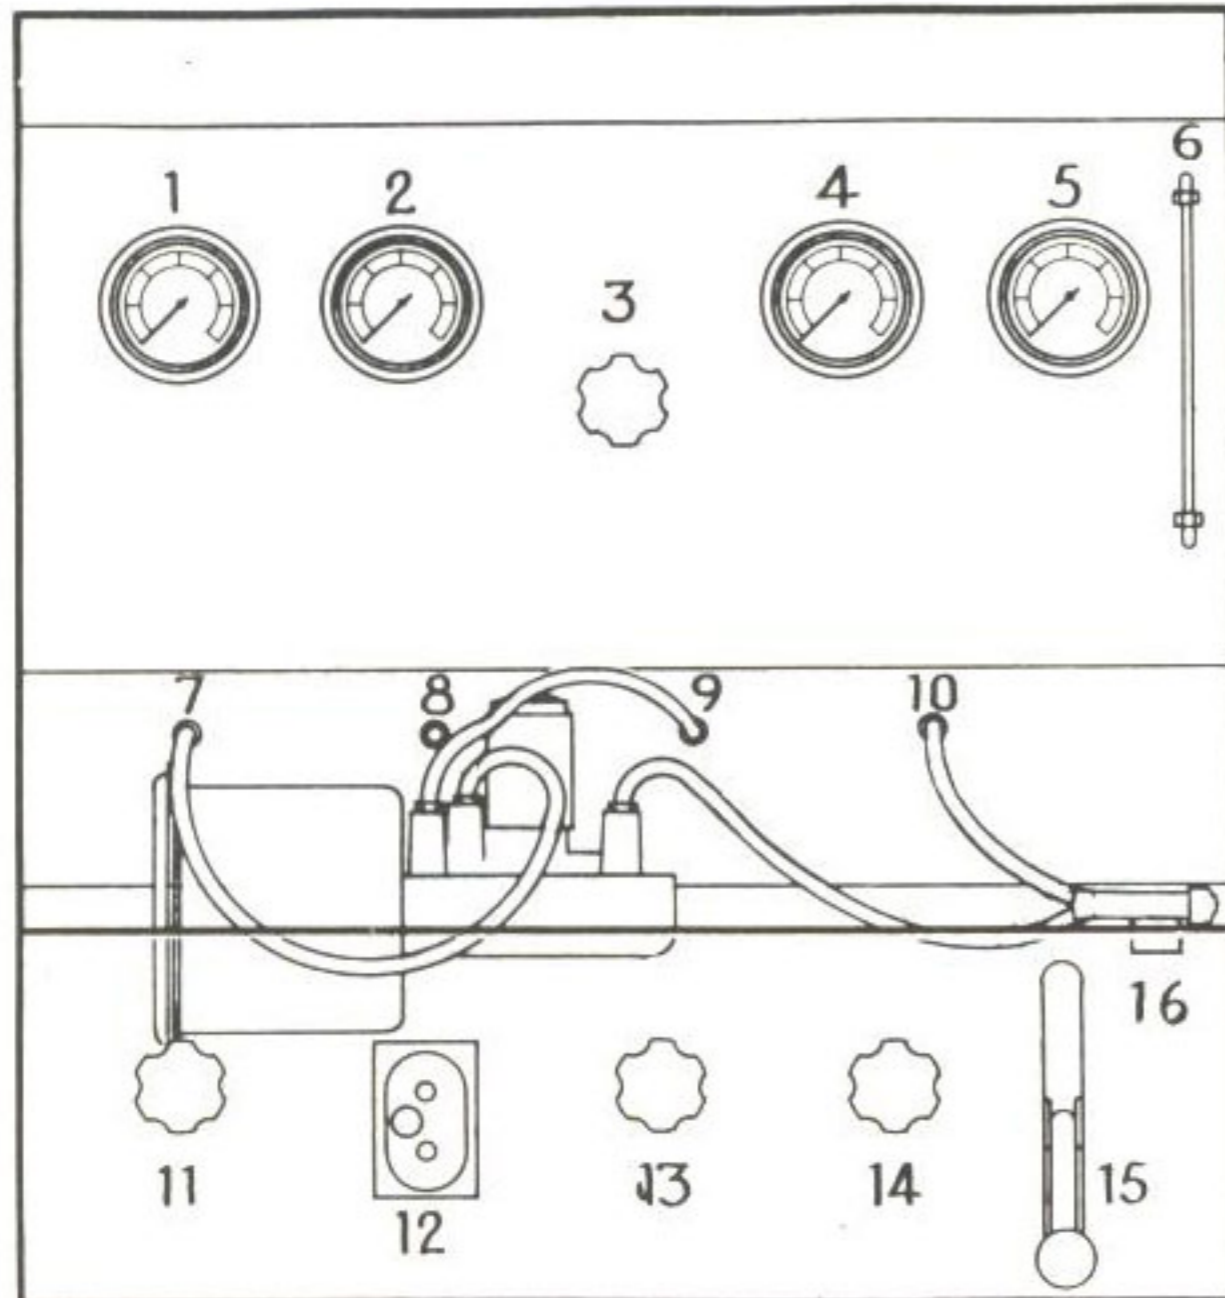

Bild 99. Provningskoppling
För fullständig provning fordras en provbänk kompletterad med en manövercylinder, t.ex. enligt bild 99 och 100. Manövercylinderns uppgift är att under servocylinderns provning möjliggöra en slaglängd som motsvarar i vagn monterad cylinder.
1. Anslut vakuümledningen (7 bild 99) till servobromscylinderns hydrauliska inlopp. Cylindern skall därvid givetvis vara tömd på bromsvätska. De hydrauliska anslutningarna har gängan 3/8" x 24 UNF. Plugga hydrauliska utloppet. Starta vakuümpumpen och öppna vakuümventilen (11). När 0,75 kp/cm² uppnåtts (mätare 1) stängs ventilen (11). Efter 5 sekunder skall servocylindern hålla minst 0,7 kp/cm² vakuüm. Lossa därefter vakuümledningen och frilägg hydrauliska utloppet.
2. Anslut servocylinderns hydrauliska inlopp till ledningen (9) och dess hydrauliska utlopp till manövercylindern (16).